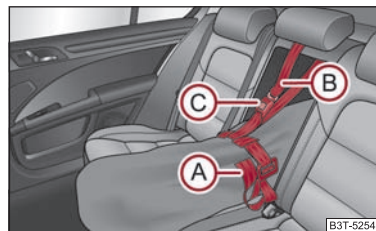

Abb. 115 Sicherung des Durchladesacks
- Ziehen Sie das Zugband (A) ⇒ Abb. 115 am freien Ende um die Skier vor den Bindungen fest.
- Führen Sie das Sicherungsband (B) durch die Öffnung in der Sitzlehne um den oberen Teil der Sitzlehne.
- Stecken Sie das Sicherungsband (B) in das Schloss (C) bis es hörbar einrastet.